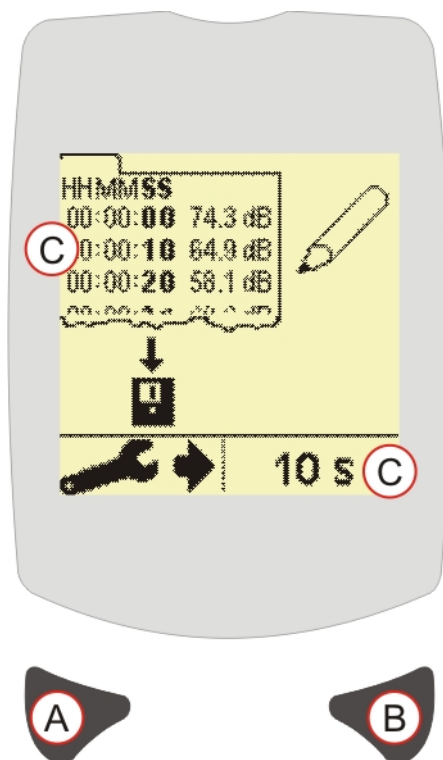

Рис. 8 Настройка периодичности регистрации данных (только для модели testo 816-4)
На рис. 8 представлена заданная периодичность регистрации данных (C), обозначенная над правой кнопкой (B). Нажмите правую кнопку (B), чтобы задать другую периодичность регистрации данных. Для выхода из Меню настройки и возврата в Меню измерений нажмите левую кнопку (A).